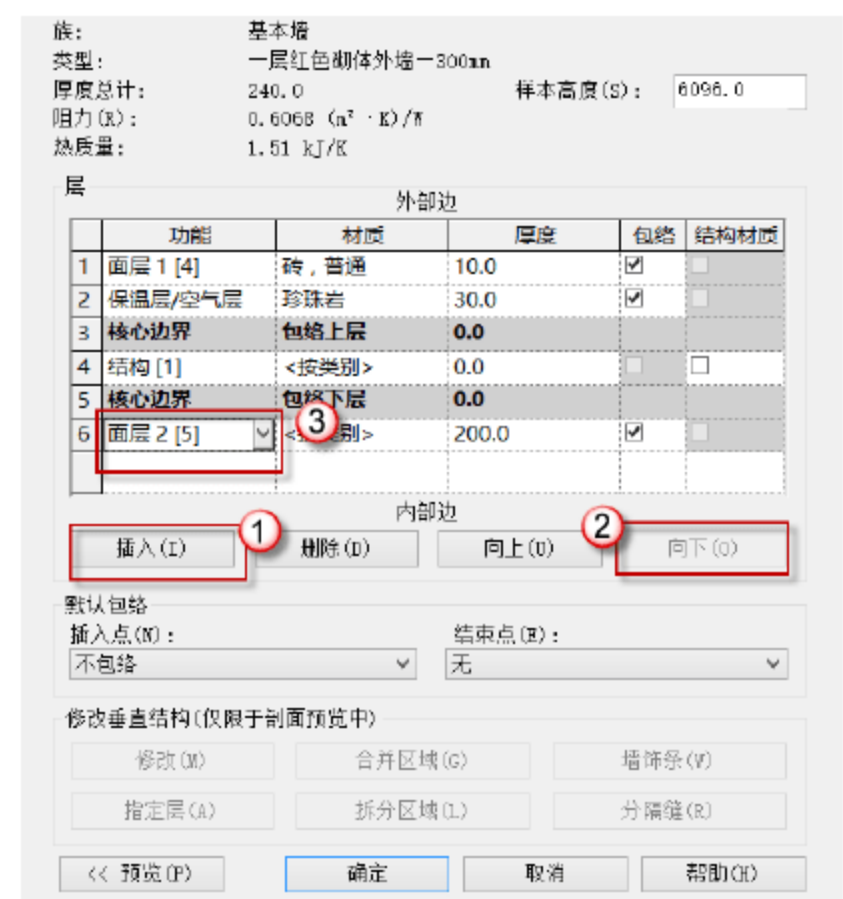

图 10.1.8 添加“面层 2 [5]”功能
(7) 添加“面层 2 [5]”功能。在“编辑部件”对话框中选择“结构[1]”，单击“插入”→“向下”按钮，在“功能”参数下将“结构[1]”改为“面层 2 [5]”，如图 10.1.8 所示。